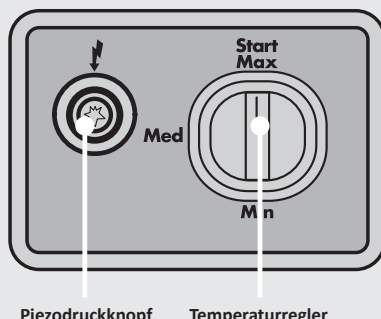

Abb. 5: Bedienfeld
2. Vergewissern Sie sich, dass der **Drehknopf** am Bedienfeld auf der Position **START/MAX** steht. Sollte dies nicht der Fall sein, drücken Sie den **Drehknopf** leicht nach unten und drehen Sie ihn auf die Position **START/MAX** (siehe Abb. 5)
4. Betätigen Sie dann bei **gleichzeitig gedrücktem Drehknopf** den **Piezodruckknopf** mehrmals hintereinander, um die Wächterflamme zu entzünden (siehe Abb. 5). Ist die Wächterflamme sichtbar, gehen Sie wie folgt vor: